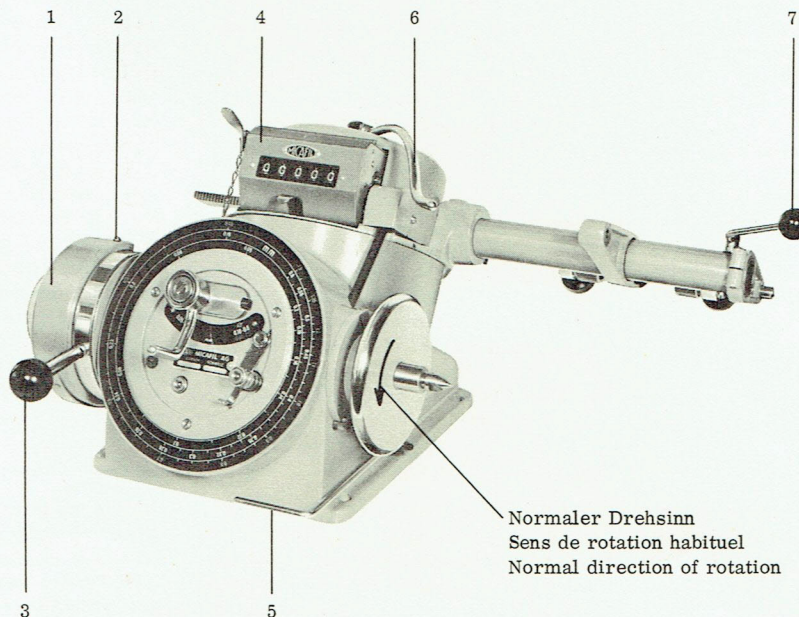

Fig. 3
Nach dem Entlasten des Vorschubfrictionsdruckes durch Anheben des Friktionshebels (6, Fig. 3) kann mit der Kurbel (13) der Skalaring gedreht werden, bis der gewünschte Vorschubwert über dem Markierungspunkt (14) steht. Die Isolation des Drahtes beträgt normalerweise rund 10% des nominellen Drahtdurchmessers und muss beim Einstellen des Vorschubes berücksichtigt werden. Eine Korrektur durch Drehen der Kurbel (13) kann während dem Laufen erfolgen, ohne dass der Friktionshebel (6) zu heben ist. Der eingestellte Vorschubwert wird, um einer selbständigen Verstellung vorzubeugen, durch die Schraube (15) fixiert.
Auf dem Schild (16) sind die der Kurbelknopfstellung entsprechenden Teil- Vorschubbereiche eingetragen. Die Drahtführung kann bei gehobenen Friktionshebel (6) leicht verschoben werden. Ihre Bewegungsrichtung kann während des Wickelns mit dem Hebel (7, Fig. 3) von Hand umgeschaltet werden.
Lever le levier (6, fig. 3) pour supprimer la pression du système à friction d'entraînement de l'avance, puis tourner la manivelle (13) se trouvant sur l'anneau gradué, jusqu'à ce que la marque (14) se trouve en face du nombre correspondant à l'avance désirée. Tenir compte de l'isolation du fil, qui a généralement une épaisseur atteignant approximativement 10% du diamètre nominal du fil, lors du réglage de l'avance. Il est possible de tourner la manivelle (13) pendant la marche de la machine pour corriger le réglage. Dans ce cas, le levier (6) ne doit pas être levé. Serrer la vis (15) pour empêcher que l'avance choisie se dérègle.
Les domaines partiels de l'avance, qui correspondent à chacune des deux positions de l'axe de la manivelle, sont indiqués sur la plaquette (16). Après avoir levé le levier (6), il est possible de déplacer légèrement le guide-fil. Le levier (7, fig. 3) permet d'inverser manuellement le sens de son déplacement en cours de bobinage.
The feed friction pressure has to be eased by raising the friction lever (6, Fig. 3), whereupon the dial ring can be turned by means of the crank (13) until the desired value of the feed is above the marker point (14). As a rule the insulation of the wire amounts to roughly 10% of the nominal wire diameter and has to be taken into consideration when setting up the feed. By turning the crank (13) it is possible to make correcting adjustments while the machine is running, and this without any need of raising the friction lever (6). The value of the feed which has been set up is secured by means of the screw (15) and thus there is no risk of the feed setting displacing itself.
On the shield (16) are inscribed the feed sub-ranges corresponding to the position of the handle knob. If the friction lever (6) is raised the wire guiding can easily be moved laterally. In the course of the winding process the direction in which the wire is being laid on can be reversed by hand by means of the lever (7, Fig. 3).